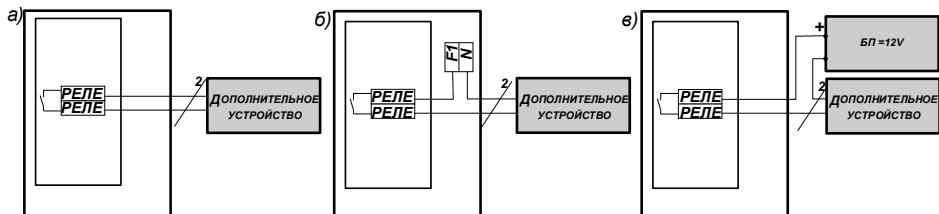

Рис. 1
(см. Приложение А Рис. 1).
Встроенная звуковая сигнализация включена, пока есть активный сигнал датчика загазованности, или пока не будет нажата кнопка «СБРОС/ТЕСТ» на лицевой панели (см. Приложение А Рис. 1).
Электрический монтаж рекомендуется выполнять согласно Рис.1 Приложения Б в приведенной ниже последовательности.
- 2.2.2 Подключить дополнительное устройство, например светозвуковой оповещатель, к клеммам «РЕЛЕ» на плате «ГТ003», согласно одного из приведенных ниже вариантов на Рис. 1.